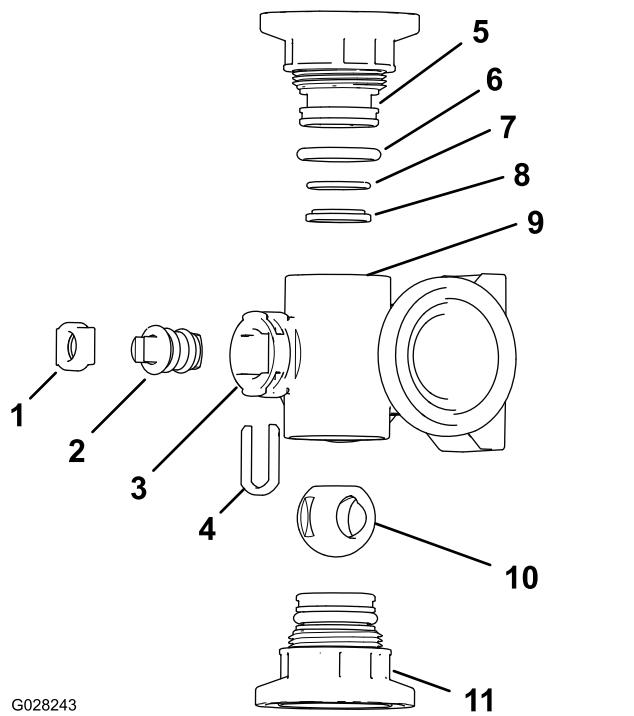
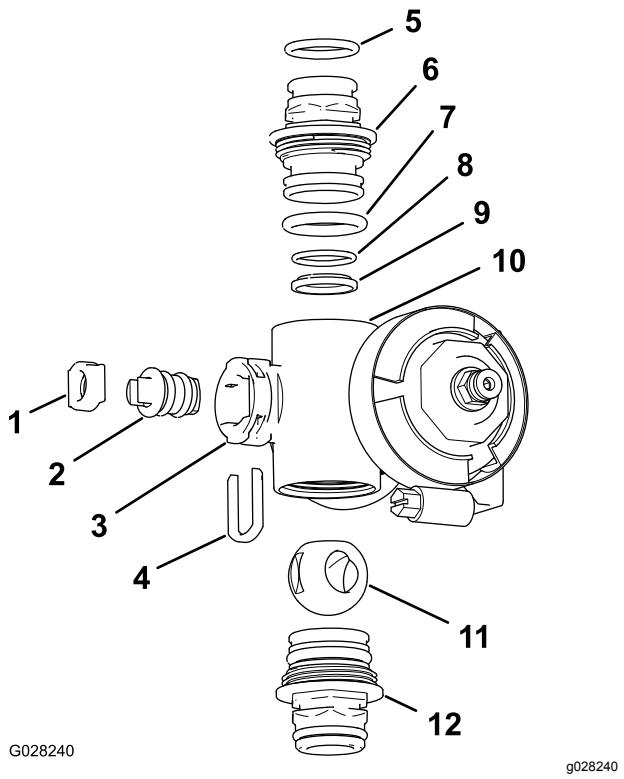

Figure 114
Figure 115
2. Déposez les 2 raccords d'embout à chaque extrémité du collecteur (Figure 114 et Figure 115).
4. Retirez l'étrier de fixation de tige situé dans les fentes de l'orifice de tige du collecteur (Figure 114 et Figure 115).
5. Déposez du collecteur le dispositif de retenue de la tige et le siège de la tige (Figure 114 et Figure 115).
6. En passant par le corps du collecteur, déposez la tige de valve (Figure 114 et Figure 115).
1. Vérifiez l'état et l'usure des joints toriques de raccord de sortie (collecteur de vanne de section seulement), joints toriques d'embout, joints toriques de portée arrière et siège de bille (Figure 114 et Figure 115).
2. Appliquez de la graisse silicone sur la tige de la valve et insérez cette dernière dans son siège (Figure 114 et Figure 115).
3. Placez la tige et le siège de valve dans le collecteur et fixez-les à l'aide du dispositif de retenue (Figure 114 et Figure 115).
4. Vérifiez que le joint torique de portée arrière et le siège de bille sont bien alignés et engagés dans le raccord d'embout (Figure 114 et Figure 115).
5. Montez le raccord d'embout sur le corps du collecteur jusqu'à ce que la bride du raccord touche le corps (Figure 114 et Figure 115), puis tournez encore le raccord d'embout de $\frac{1}{8}$ à $\frac{1}{4}$ de tour.